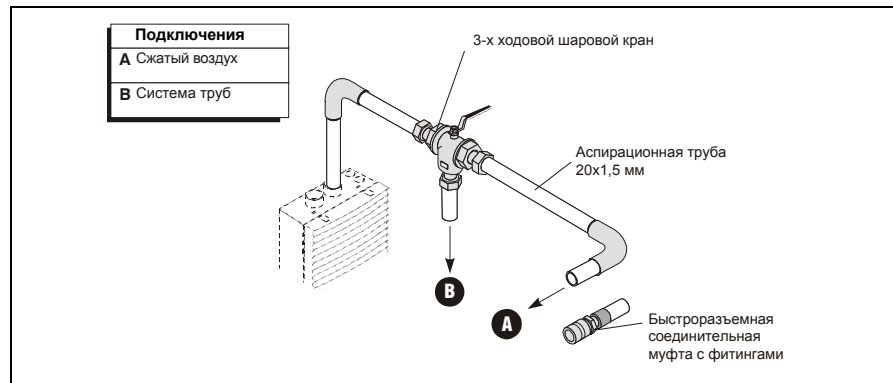

Рис. 2.11: Компоненты для продувки в ручном режиме
**Продувка системы** В зонах, где могут быть частицы пыли или возможно образование наледи необходима продувка трубной системы и воздухозаборных отверстий. Рис. 2.11 и 2.12 показывает компоненты ручного и автоматического устройства продувки. В зависимости от частоты засорений процесс продувки может проводиться в ручном или автоматическом режиме.